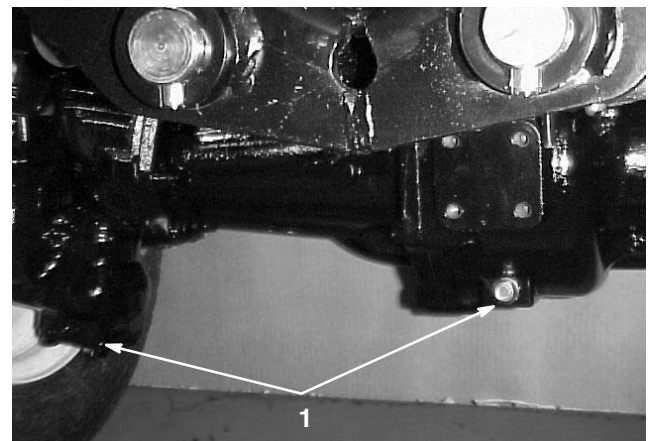

Bild 71
2. Reinigen Sie den Bereich um die drei Ablassschrauben, d. h. jeweils eine an beiden Enden und eine in der Mitte (Bild 71).